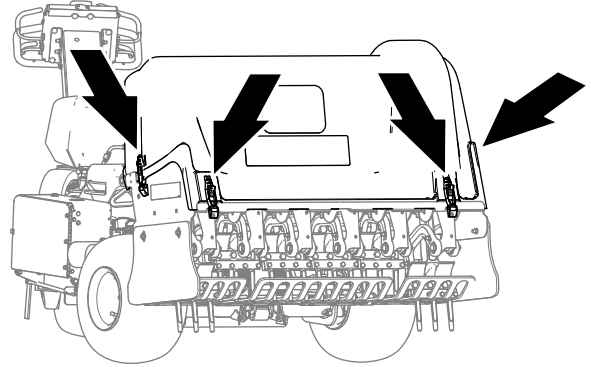
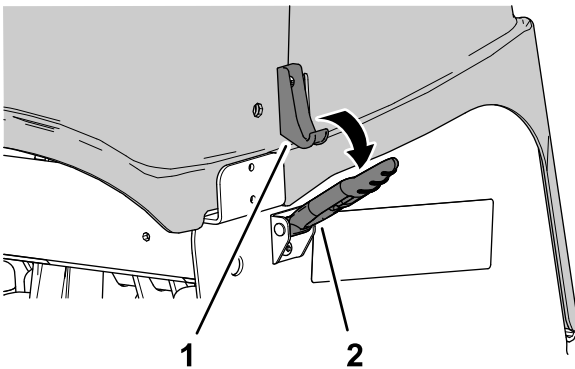

图 148
图 150
4. 打开 4 个门锁位置处的打孔头盖板的门锁图 148 和图 150。